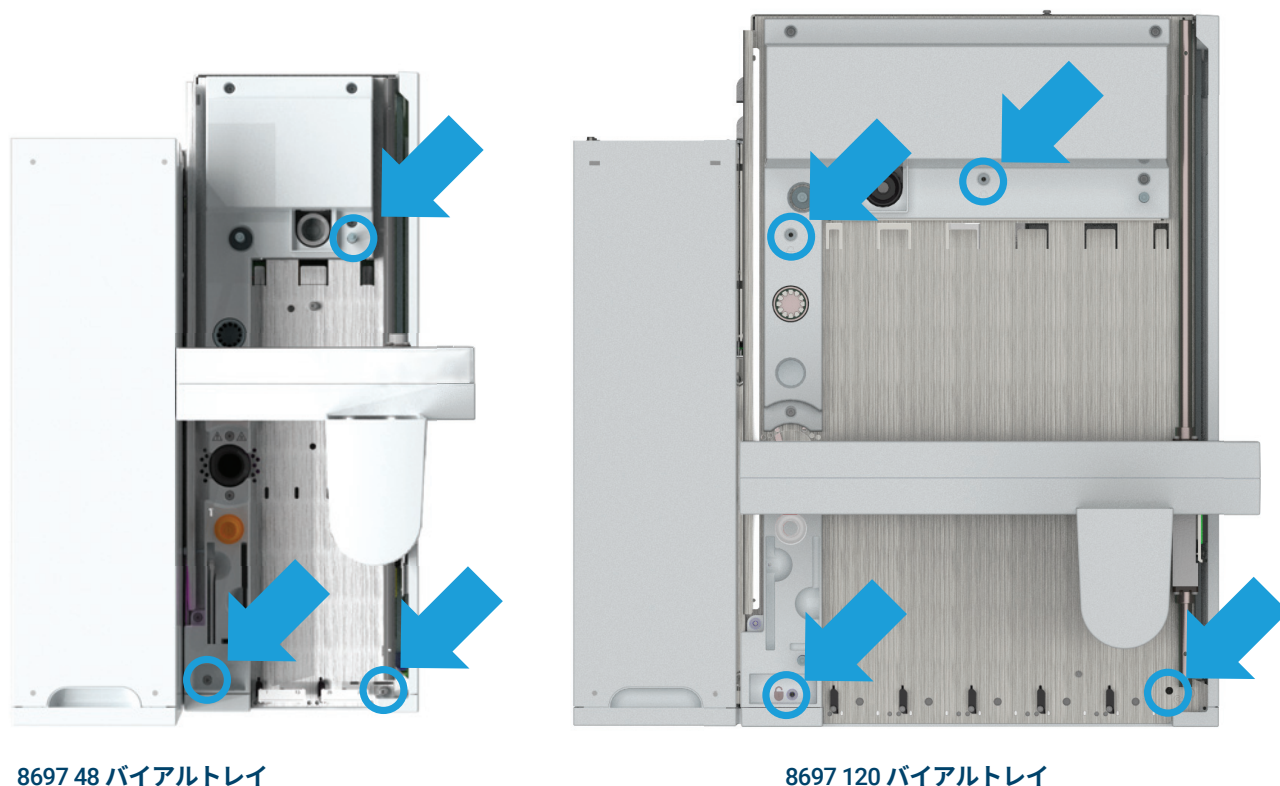

図 10. 固定している 3 個のネジを緩める
- 7 トレイをメインフレームに固定しているネジを緩めます。 (図 10)